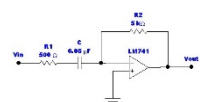

Рис.2
9. Почему схема на рис. 2 является дифференцирующим каскадом?